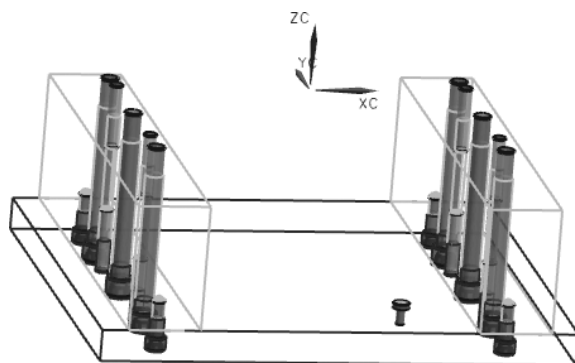

图 10-127 创建一个垃圾钉
(6) 可在图 10-114 所示的【位置】对话框中调整插入点的位置，确认插入点无误后，在【位置】对话框中单击【确定】按钮，返回到【点构造器】对话框，在该对话框中单击【后退】按钮，创建一个垃圾钉，如图 10-127 所示。